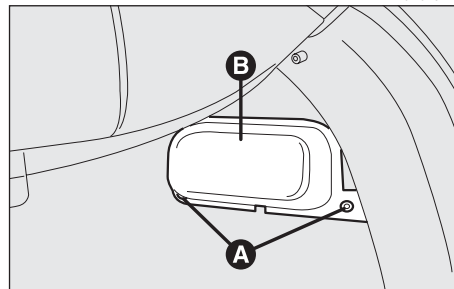

fig. 51
— Dévisser les deux écrous de fixation (**A-fig. 51**) et enlever le couvercle de protection (**B-fig. 51**).
– Remonter le couvercle de protection (**B-fig. 51**) en le fixant avec les écrous (**A-fig. 51**).